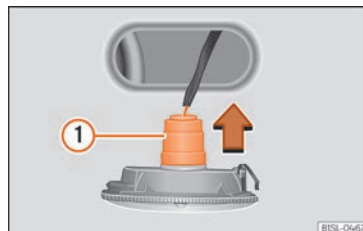

Fig. 57 Intermitent lateral: canvi de les bombetes.
- Extraieu el portabombetes amb la bombeta en la direcció de la fletxa »» **fig. 57** ①.